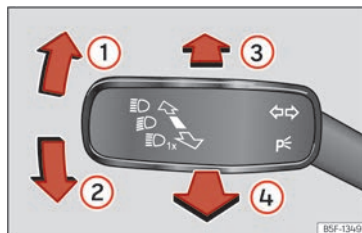

Abb. 69 Blinker- und Fernlichthebel.
- Drücken Sie den Blinker- und Fernlichthebel aus der Ausgangsstellung nach vorne >>> (Abb. 69) ③.
- **ODER:** Ziehen Sie bei eingeschaltetem Fernlichtassistenten den Blinker- und Fernlichthebel nach hinten >>> (Abb. 69) ④.